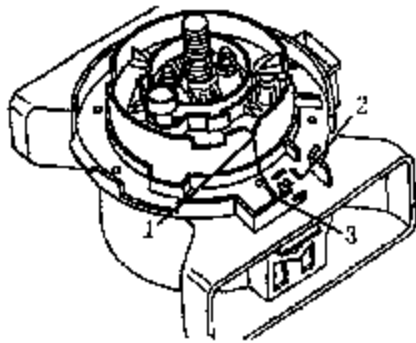

图 4-163 安装储油腔内部件
(1) 组装带法兰的燃油泵及储油腔，连接进油管，插入油箱。
(2) 将储油腔内部件装入外部件内（油箱内），使内部件上的 V 形切口 1 与外部件上的标记 2 对齐。用燃油泵扳手 3307 逆时针转储油腔内部件及燃油泵（约 15° ）。V 形切口 1 须与标记 3 对齐（卡口式固定），如图 4-163 所示。为清晰起见，图中未画出燃油箱。